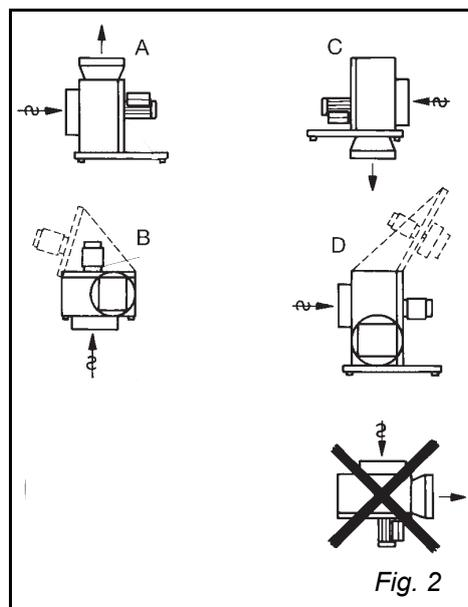

Fig. 2
Fläkten kan monteras på flera olika sätt inomhus (bild 2).
- **BESB/FSB 400 och 500:** När monteringsmetod B (bild 2/4) väljs för BESB/FSB 400 och 500, borra hål (Ø16–Ø20) i skåpet för muttrarna på bärskenorna.